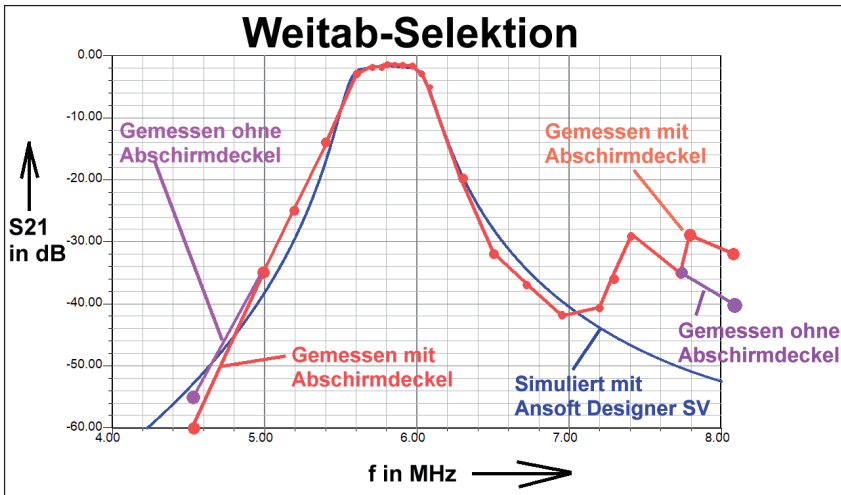

Bild 8: Bei der Weitabselektion machen sich leider die Einflüsse der Gehäusekonstruktion unangenehm bemerkbar (siehe Text)
d. Wer sich die Weitabselektion ab 7 GHz in Bild 8 genauer ansieht, erkennt